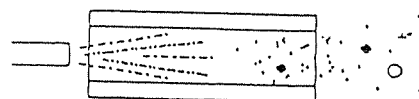

図4
- (3) 配管前に管内の異物・切り粉など除去のため、フラッシングをしてください。(図4参照)